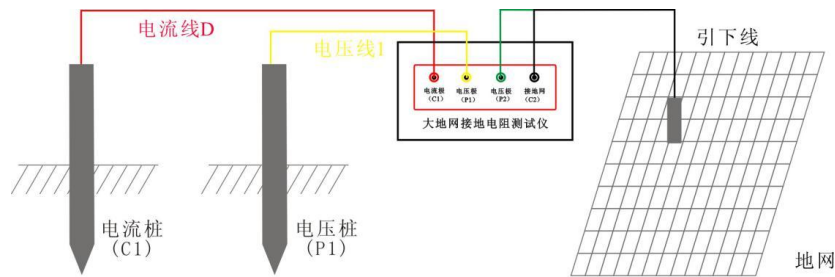

图3 三极法测量接线图
(3) 电流测试线和电压测试线按规定的长度将一端与仪器相接后平行放出。另一端分别接在两个地桩上（如图 3 所示）。
(4) 将已放好的测试线检查一遍，将万用表一端接电流线或电压线，另一端接地网线如无阻值显示即为断路，确认完好再进行测试。
(5) 检查连线无误后，给仪器接上 AC 220V/50Hz 电源，对仪器进行通电。
(6) 按测量键，开始测量。
(7) 仪器显示测试结束后，记录测试数据（本仪器可多次重复测量）。
(8) 关掉仪器电源后，拆除连线，测试过程结束。